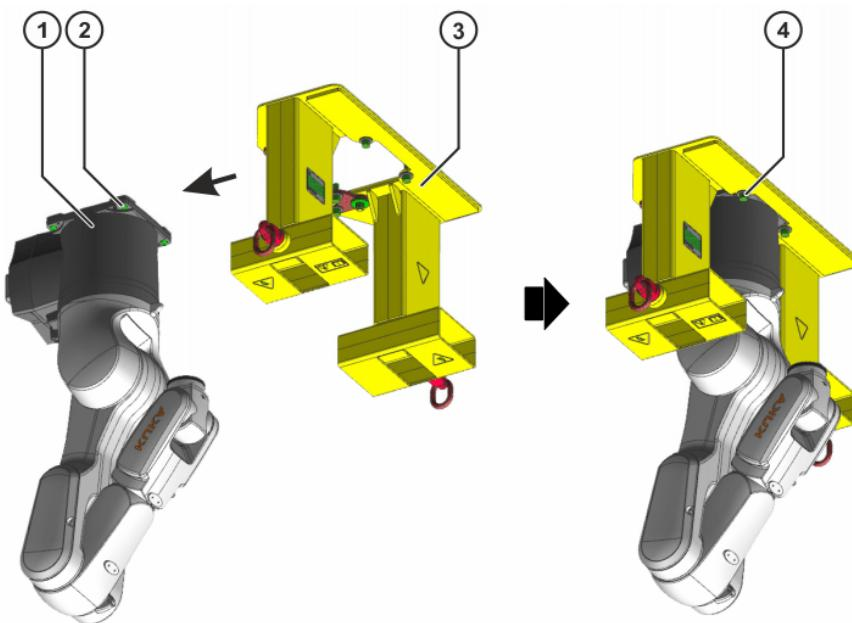

Abb. 10-15: Lastaufnahmemittel am Roboter befestigen
7. Lastaufnahmemittel vorsichtig von vorn auf das Grundgestell des Roboters aufschieben (>> Abb. 10-15).